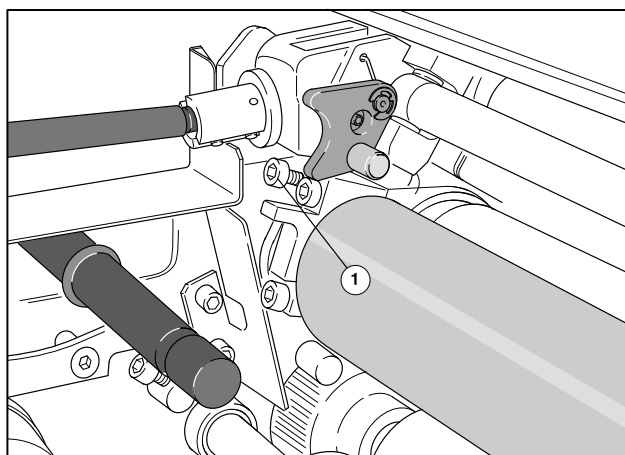

図20 水元ローラに対する湿しローラの調整
- 調整ネジ(図20/①)を回して、ニップ幅を2.5～3.5mmに設定します。ニップ幅は、ローラの端から端まで同じでなければなりません。